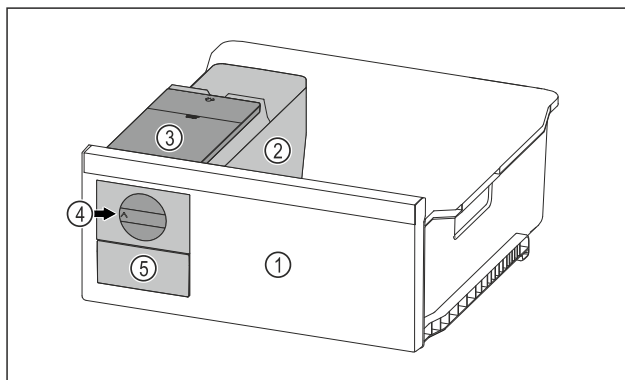

Fig. 97 Representación a modo de ejemplo
- ▶ Girar el botón giratorio Fig. 97 (4) en el sentido de las agujas del reloj hasta el tope.
- ▶ Los cubitos de hielo caen de la cubitera al compartimento de cubitos de hielo Fig. 97 (5).